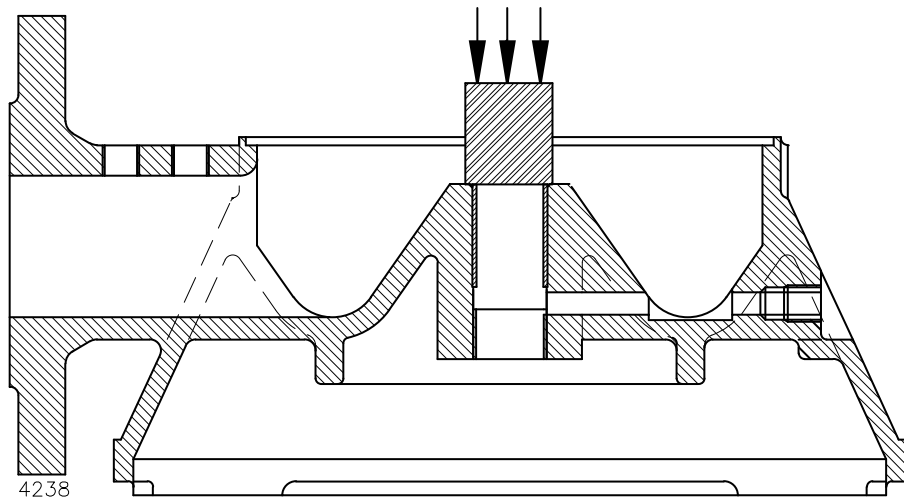

Abbildung 7: Montage Gleitlager.
- 1 Etwas flüssiges Sicherungsmittel (Loctite 641) in den Lagersitz geben und das Gleitlager (0140) mit einer passenden Montagebuchse in die Eintrittskammer (0020) pressen (siehe Abbildung 7).